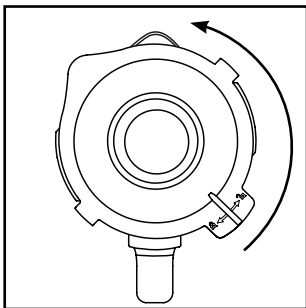

Fig. 1
- 1) Ruotare l'inserto mixer ③ in senso antiorario finché la freccia ▼ sotto la maniglia dell'inserto mixer non si trovi al di sopra della posizione . Rimuovere l'inserto mixer ③ sollevandolo in verticale dal blocco motore ⑥.
- 2) Rimuovere il coperchio ②, ruotandolo in senso antiorario in direzione della posizione  (vedere Fig. 1), fino a poterlo estrarre verso l'alto.